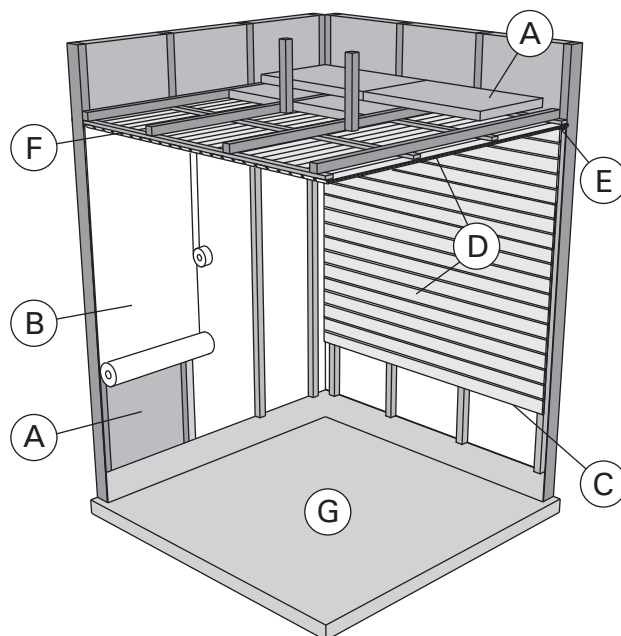

Figura 4.
2.1. Estructura de la sauna (figura 4)